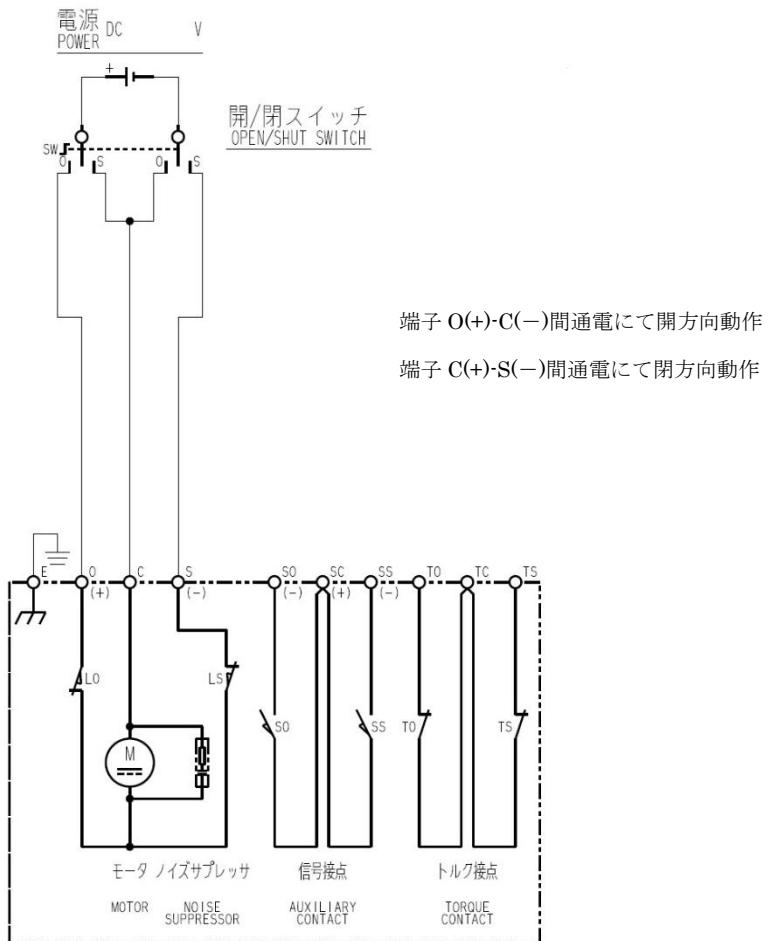

図 6 : B形内部接続図
- (1) 端子箱カバーを取り外します。端子箱と端子箱カバーの間にはパッキンが入っていますので、紛失したり傷を付けないように注意してください。
- (2) ケーブルをケーブルグランドに通しケーブル先端に圧着端子を取付けます。圧着端子のかしめは適正工具で確実に行ってください。
- (3) 図6に制御動作Bの標準接続図を示します。制御動作C EやCX、その他特殊仕様の場合、本図通りでは無いことがありますので、接続図や仕様書で確認してください。
- (4) 端子台への接続は、プラスドライバーの2番を使用し確実に行ってください。
- (5) 配線終了後、パッキンの挟み込みに注意して端子箱カバーを取付けてください。